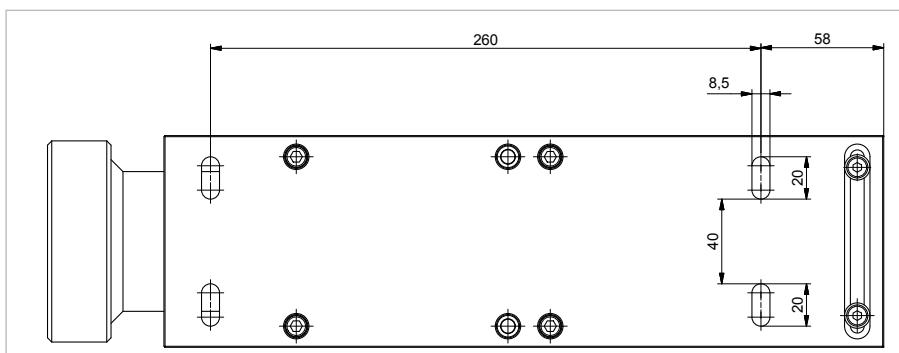

Figure 2
► Fixer le support de fixation au distributeur à la station-service par les trous de montage (*Figure 2*).